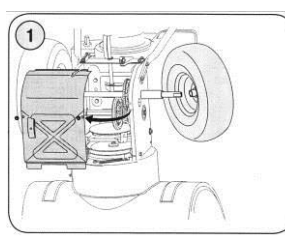

Рис. 19
- Переместите рычаг регулировки скорости в положение три вперед (3).
- Б. Снимите правое колесо, выкрутив болт и сняв шайбу, которые крепят его к оси. См. рис. 19